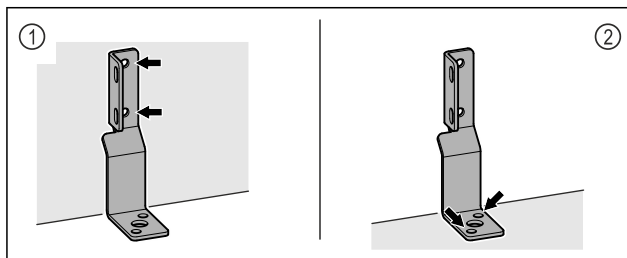

Fig. 8
- ▶ Pričvrstite kutnike na zid Fig. 8 (1) ili pod Fig. 8 (2).